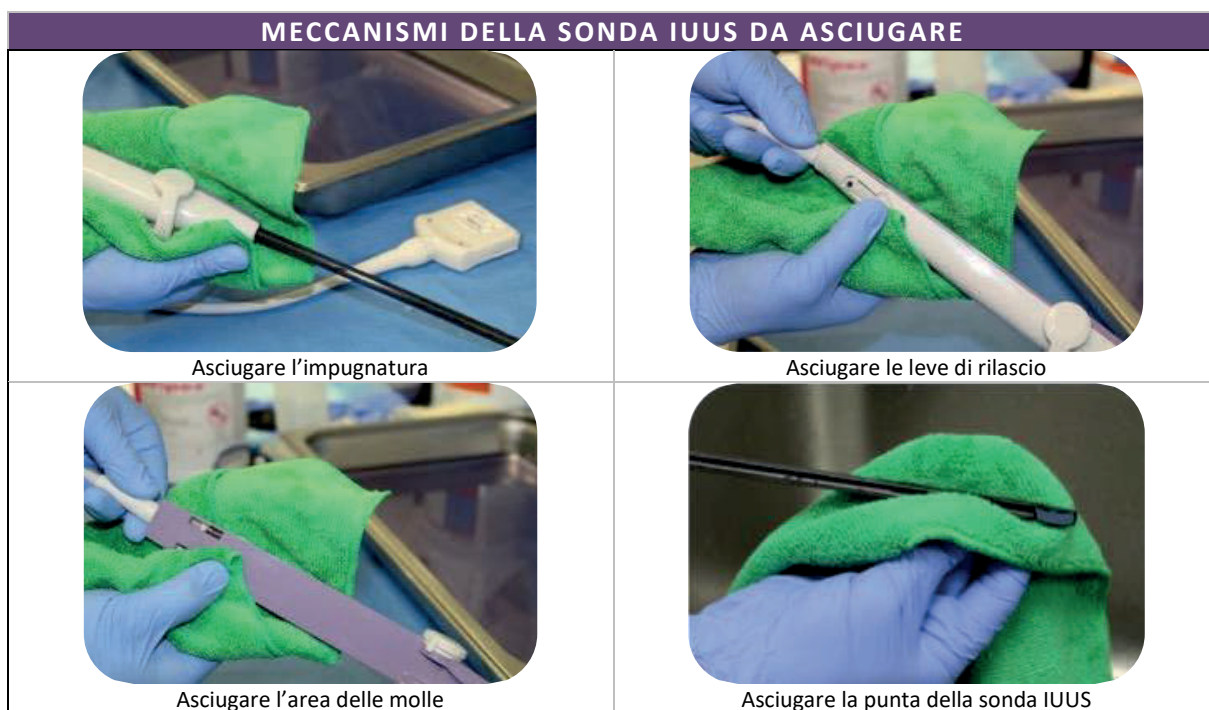

Figura 4-7. Asciugare la sonda IUUS con un panno privo di pelucchi
1. Asciugare completamente la sonda IUUS, compresi i meccanismi sull'impugnatura, con un panno morbido e pulito, privo di pelucchi, oppure lasciarla asciugare all'aria o usare un apposito armadio (vedere la Figura 4-7).